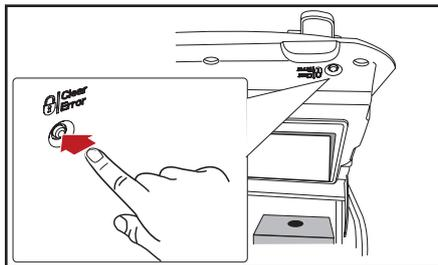

Fig. 4.7 – Botão LOCK/CLEAR-ERROR
2. Pressione o botão LOCK/CLEAR-ERROR para bloquear o abastecimento de bebidas (fig. 4.7)